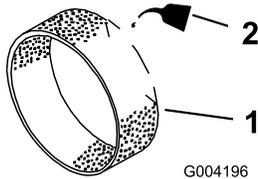

Figura 44
3. Ponga una o dos onzas de aceite en el pre-filtro (Figura 44).